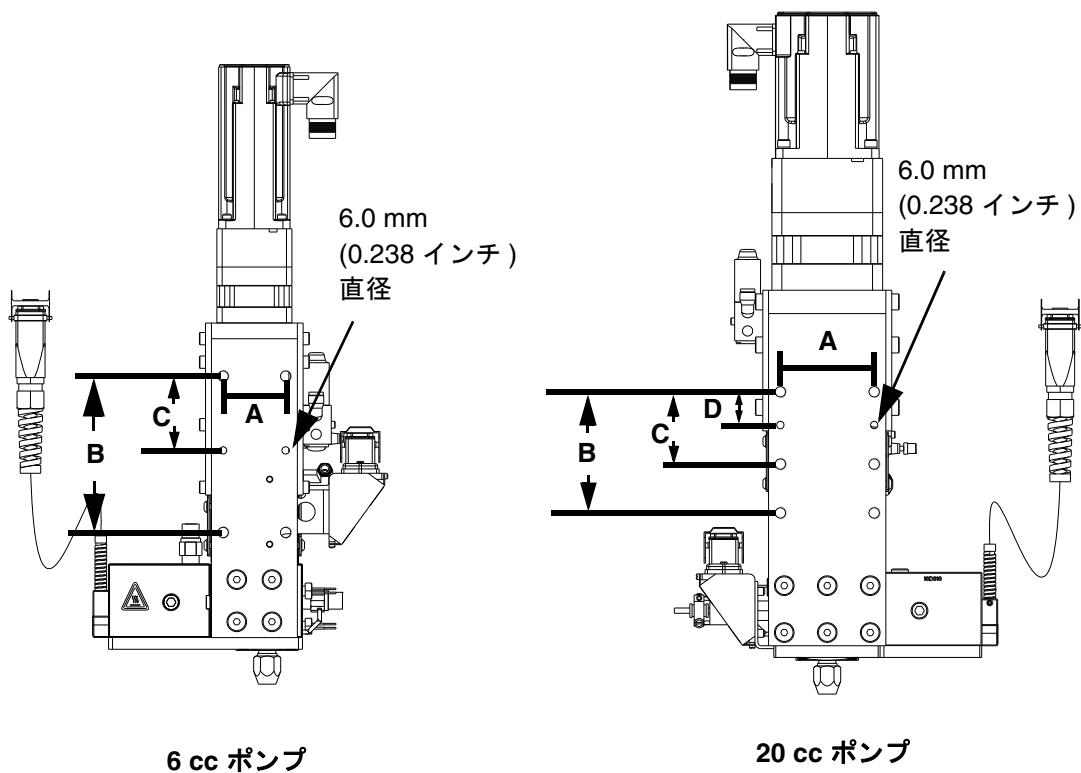

図 7: ギアメーターアセンブリ寸法
2. 取り付けプレートで、ギアメーターアセンブリをオートメーションユニット（またはその他の取り付け表面）に取り付け、しっかり固定します。取り付けプレートは、M10 x 1.5 のボルト穴に対応します。プレートに使用するボルト長は最長で 19 mm (0.75 インチ) です。表 4 および 図 7 に記載されている取り付け寸法を参照してください。